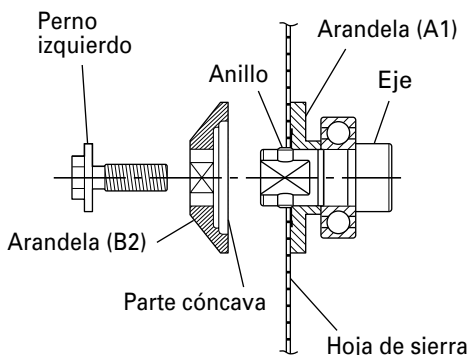

Fig. 18
2. Montaje de la hoja de sierra (Fig. 18)